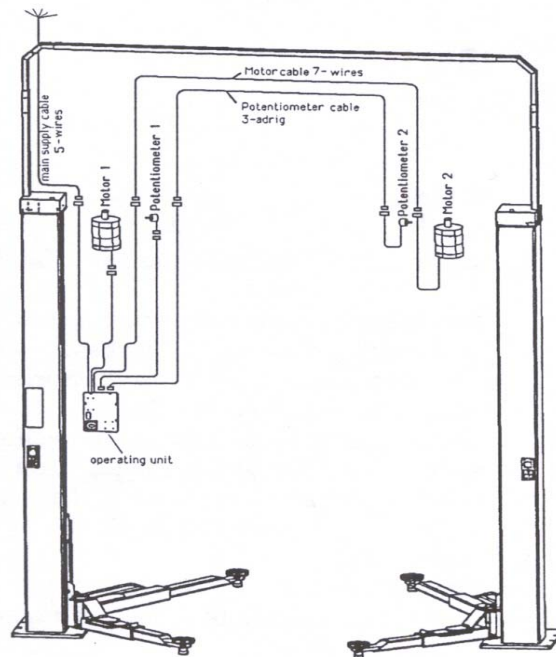

Рис. 17 – прокладка кабеля с траверсой и восходящей трубой.
- Проложите кабель так, как указано на чертеже (рис. 17) по восходящей трубе и траверсе. Соедините соответствующие разъемы. Осмотрите место соединения. Подключите 7-проводный моторный кабель (с 2-мя разъемами) к головной плите рабочей стойки (колонны). Проведите его через восходящую трубу и траверсу к головной плите на противоположной стороне. Подключите 3-проводный кабель потенциометра (2 разъема) к головной плите противоположной стороны. Проведите этот кабель через восходящую трубу и траверсу к головной плите на противоположной стороне и подключите его. 5-проводный кабель (один разъем) подключается к основной сети на головной плите рабочей стойки.